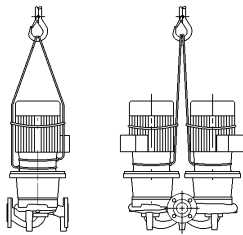

Fig. 3: Fastsättning av transportlinor
- Lyftöglorna på motorn är endast till för att rikta lasten (fig. 3).